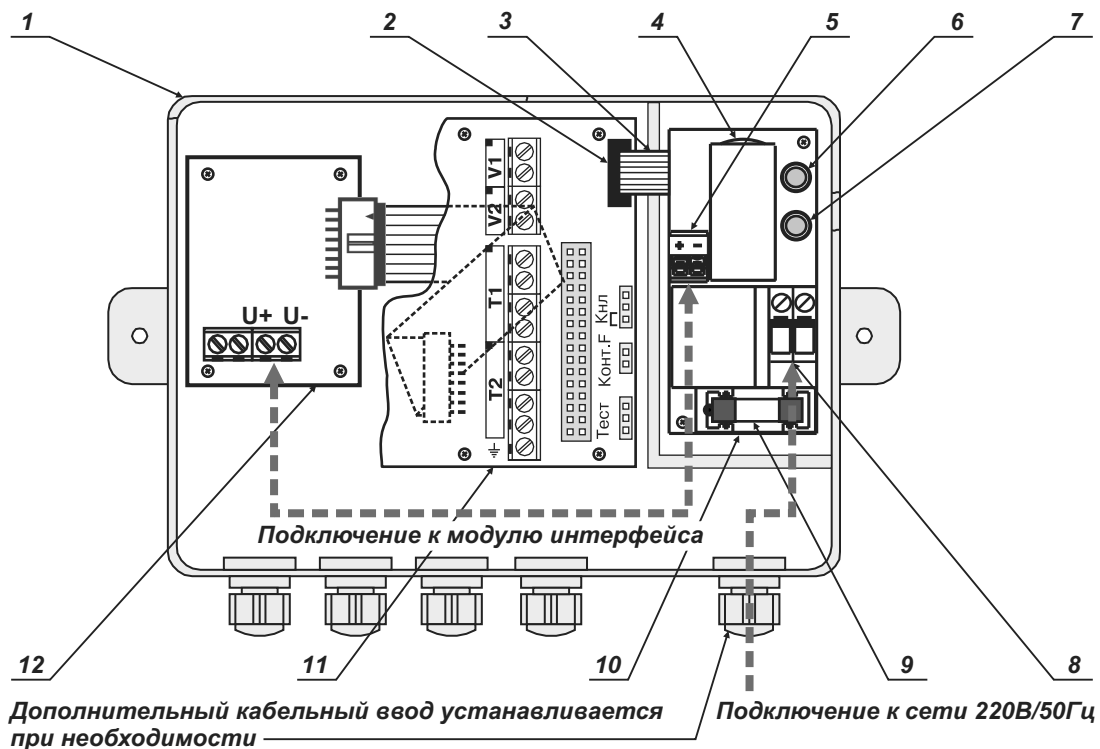

Рисунок 1 – Установка и подключение модуля МКСП
МКСП, смотрите рисунок 1, представляет собой электронное устройство со встроенным понижающим трансформатором, смонтированное на печатной плате, и имеющее две линии выходного постоянного напряжения:
- первая линия состоит из выпрямителя напряжения, нестабилизированного источника питания с выходным напряжением от 7 до 12 В и максимальным током нагрузки до 17 мА, светодиодного индикатора жёлтого цвета (позиция 6, рисунок 1), который отображает наличие указанного выходного напряжения. Линия служит для питания модулей контактных последовательных интерфейсов RS-485, RS-232, которые могут быть установлены в монтажном отсеке вычислителя;
- вторая линия состоит из выпрямителя напряжения, стабилизатора постоянного напряжения 3,6 В, батареи резервного источника питания с выходным напряжением 3,6 В (позиция 4, рисунок 1), микросхемы контроля наличия напряжения в сети и переключения на резервный источник питания, светодиодного индикатора красного цвета (позиция 7, рисунок 1), который отображает наличие питания 3,6 В, идущего на
Модуль поставляется либо совместно с вычислителем, либо отдельно от него. В случае отдельной поставки, перед монтажом вычислителя на объекте, необходимо установить модуль в корпус вычислителя, рисунок 1.
- отключить элемент питания от разъёма питания вычислителя (позиция 2, рисунок 1), расположенного на плате подключений;
- распаковать МКСП и установить его в монтажный отсек вычислителя на место элемента питания (позиция 10, рисунок 1). Закрепить модуль на месте элемента питания при помощи винтов. Винты крепления входят в комплектность поставки модуля;
- подключить МКСП к разъёму питания посредством гибкого шлейфа (позиция 3, рисунок 1), шлейф является составной частью модуля;
- при необходимости подключить, установленный в монтажном отсеке, модуль контактного интерфейса (RS-485 или RS-232) к клеммам питания интерфейса, расположенным на МПКСП (позиция 4, рисунок 1);
- завести через кабельный ввод сетевой шнур (входит в комплект поставки МКСП) в монтажный отсек вычислителя и подключить его к клеммам сетевого питания модуля (позиция 8, рисунок 1);